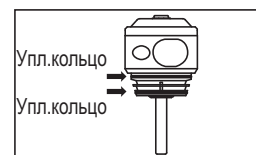

Рис.10
- Убедитесь, что уплотнительные кольца заняли правильное положение, и затем вставляйте картридж. (Рис.10)
Изношенные или поврежденные кольца могут стать причиной утечки воздуха или воды. Замените уплотнительные кольца, как показано на Рис.10, если заметите, что вода попадает в подаваемый воздух.